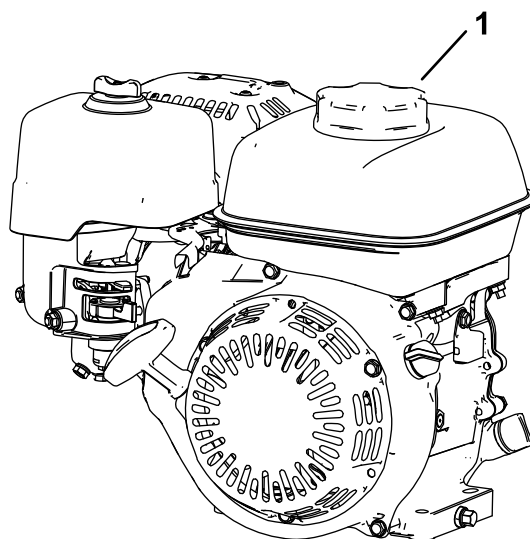

図 10
3. 燃料キャップの周囲をきれいに拭いてキャップを外す 図 10。